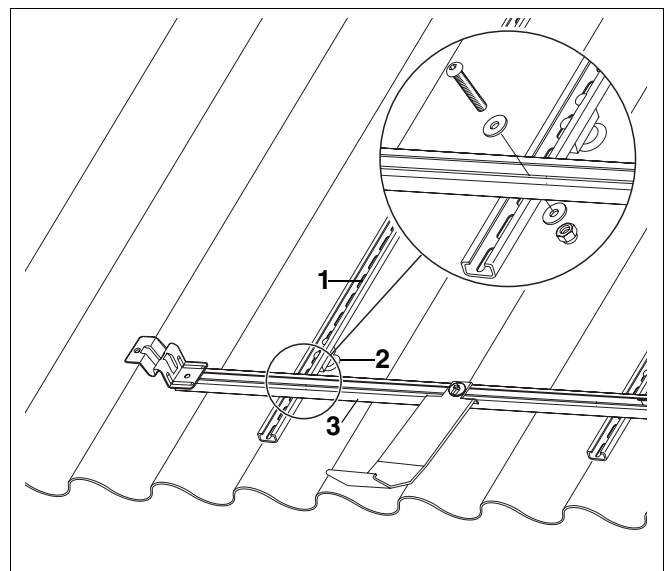

Abb. 8 Maximaler Abstand des Haltebocks zur waagerechten Profilschiene
Der Abstand der waagerechten Profilschiene zum Haltebock darf maximal 175 mm betragen (Abb. 8).
- Befestigen Sie die waagerechten Profilschienen mit den Innensechskantschrauben, M8 × 50 und zwei Unterlegscheiben, M8 an den senkrechten Profilschienen (Abb. 8).